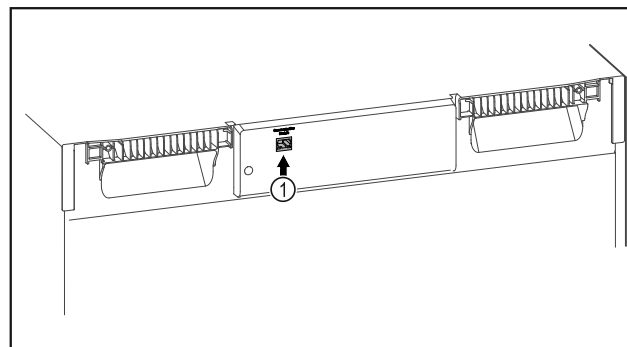

Fig. 114
- ☐ Złożono SmartModule Fig. 114 (1).